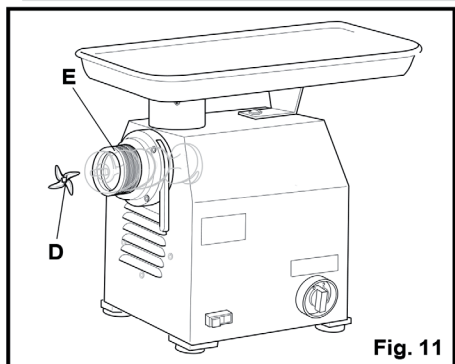

Fig. 11
3) Führen Sie nun das Messer aus rostfreiem Stahl (D) in die in Abb. 11 angegebene Richtung ein, wobei der Schnitt zur Lochplatte gerichtet sein muss, und positionieren Sie es richtig im Sitz der Schnecke (E).